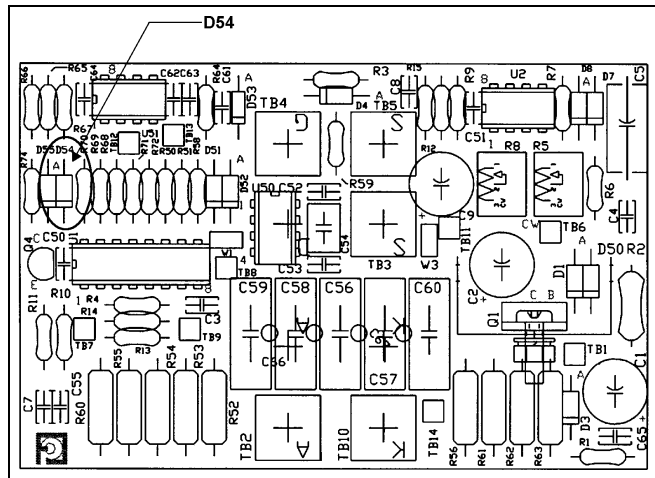

FIG. 2 : CIRCUIT ÉLECTRONIQUE
4. Repérer la composante D54 sur la carte de circuits (Fig. 2). À l'aide d'une pince coupante, retirer la composante en y coupant les pattes. La rebuter.